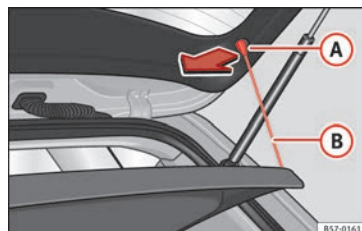

Fig. 159 Dans le coffre à bagages : dépose et repose de la plaque arrière.
- Décrochez les tirants de fixation » fig. 159 **B** de leurs logements **A**.
- Accrochez les tirants de fixation » fig. 159 **B** sur le capot de coffre.